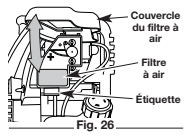

Fig. 26
- Ouvrez la couverture du filtre à air. Poussez la languette sur le dessous vers l'intérieur. Tirez ensuite la couverture du filtre à air vers le haut et vers l'extérieur. (Fig. 26).
- Retirez le filtre à air (Fig. 26).
- Reinstallez la couverture du filtre à air. Placez les fentes au dessus de la couverture du filtre à air sur les languettes au dessus de la plaque arrière (Fig. 26).